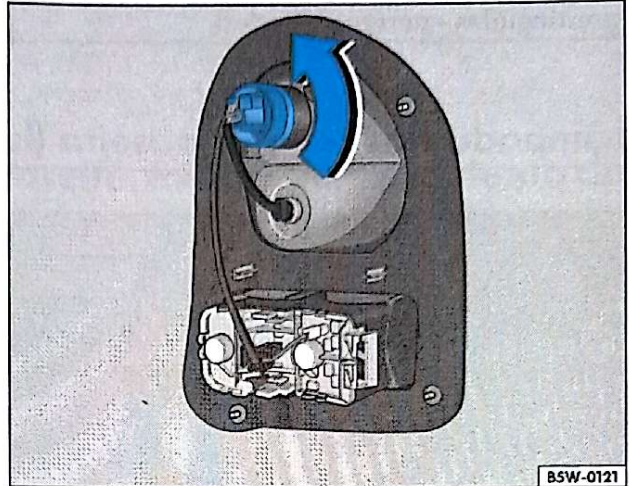

Fig. 134 Localização da lâmpada da lanterna do freio e lanterna traseira (luz de posição) - Gol
- Retire o soquete ⇒ fig. 134, girando-o no sentido anti-horário -seta-.